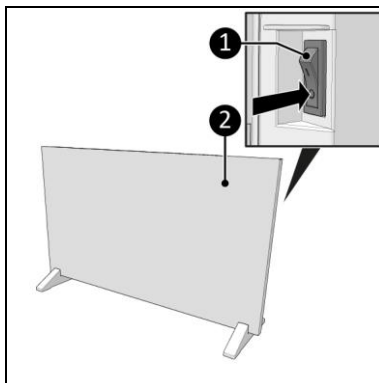

Figura 17
1. Setează comutatorul ON/OFF în poziția ON (Figura 17, poz. 1).
2. Afișajul (Figura 17, poz. 2) va afișa OFF.
1. Asigurați-vă că comutatorul ON/OFF este în poziția OFF (Figura 17, poz. 1).